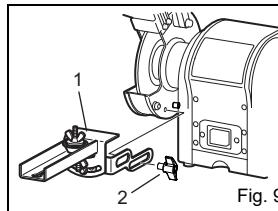

Fig. 9
■ Monte el kit de afilado de hoja de sierra como se muestra en la Fig. 9.